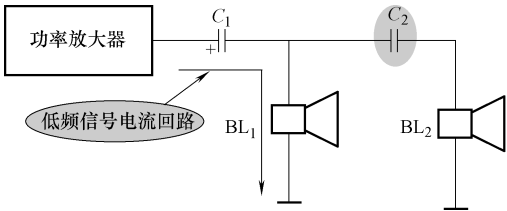

图 1-18 低频信号电流回路示意图
1) 全频域音频信号。从功率放大器输出端耦合电容  $C_1$  输出的是全频域音频信号，即有低音、中音和高音信号，由于分频电容  $C_2$  的电容量设计合理，它对低音和中音信号的容抗大，这样低音和中音信号不能通过  $C_2$  加到高音扬声器  $BL_2$  中，而只能通过低音扬声器  $BL_1$  重放，图1-18所示是低频信号电流回路示意图。